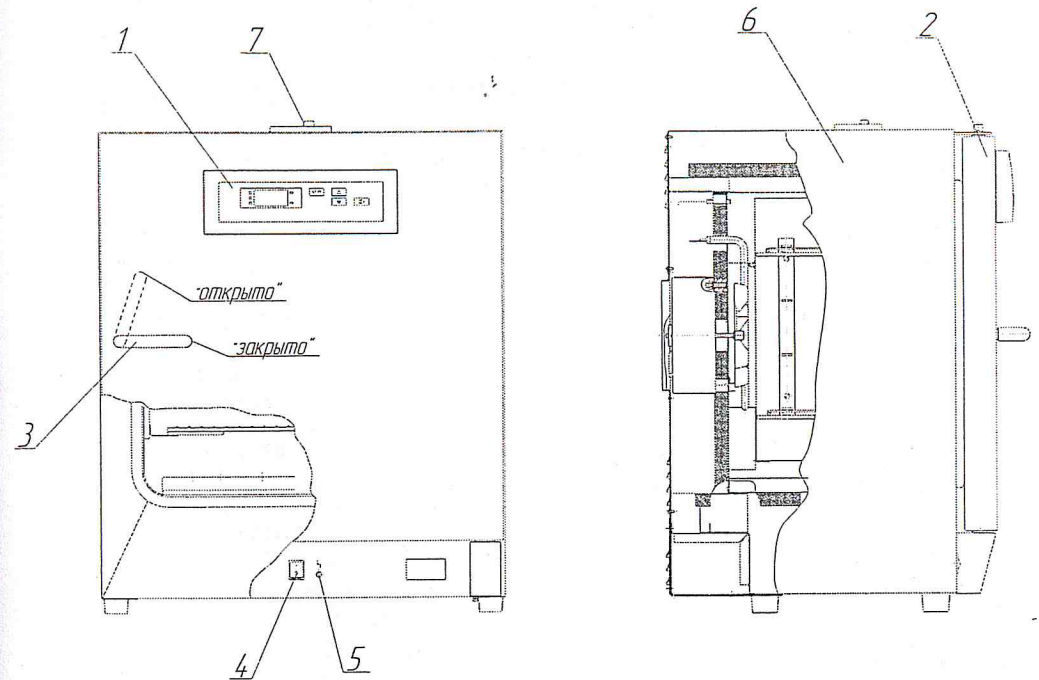
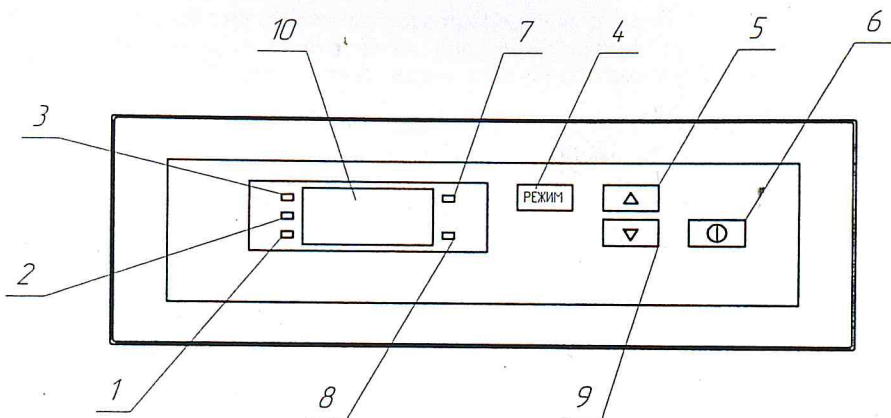

Рисунок 1 – Стерилизаторы ГП-40-Ох-«ПЗ», ГП-80-Ох-«ПЗ»
Рисунок 2 – Расположение органов управления стерилизаторами на блоке управления
Управление процессом стерилизации осуществляется с панели блока управления (см. рисунок 2). Датчик температуры размещён внутри стерилизационной камеры и подключен к плате управления и индикации. Термодатчик реле температуры, предназначенный для защиты медицинских изделий от перегрева при неисправностях в электрической схеме, размещен на задней стенке камеры.
Установить выключатель (поз.4, рис. 1) в положение "I". На блоке управления загорится индикатор (поз.7, рис. 2), показывающий текущую температуру в стерилизационной камере.
Для запуска выбранной программы кратковременно (не более 2 сек) нажать на поле "Ⓢ" (поз.6, рис. 2). Стерилизатор перейдет в фазу «ПОДГОТОВКА». Информационное табло индицирует изменение температуры в камере. Происходит нагрев до установленного значения температуры.
При достижении заданной температуры стерилизатор переходит в фазу «СТЕРИЛИЗАЦИЯ». Включается светодиодный индикатор "СТЕРИЛИЗАЦИЯ" (поз.3, рис. 2), информационное табло попеременно индицирует время выдержки и текущую температуру в камере. Происходит выдержка при заданной температуре, по истечении которой стерилизатор переходит в фазу «ОХЛАЖДЕНИЕ».
В фазе «ОХЛАЖДЕНИЕ» индикатор продолжает показывать изменение температуры в камере и горит индикатор "ОХЛАЖДЕНИЕ" (поз.2, рис. 2). Температура в камере падает. При понижении температуры до 75°C гаснет индикатор "ОХЛАЖДЕНИЕ", загорается индикатор "ВЫГРУЗКА" (поз.1, рис. 2) и звучит прерывистый звуковой сигнал, который выключается через 1 минуту.
2.3.1 Установить выключатель (поз.4, рис. 1) в положение "I". На блоке управления загорится индикатор (поз.7, рис. 2), показывающий текущую температуру в стерилизационной камере.
В алгоритм управляющей программы стерилизатора заложена возможность автоматического запуска прерванной (в результате кратковременного пропадания питающего напряжения) программы. Если после включения произошел автоматический запуск программы, то для ее остановки необходимо нажать на поле "Ⓢ" (поз.6, рис.2) и удерживать в течение 3 секунд.
2.3.3 Для запуска выбранной программы кратковременно (не более 2 сек) нажать на поле "1" (поз.6, рис. 2). При этом включится вентилятор принудительной циркуляции воздуха внутри стерилизационной камеры и стерилизатор перейдет в фазу «ПОДГОТОВКА». Информационное табло индицирует изменение температуры в камере. Происходит нагрев до установленного значения температуры.
При необходимости запущенную программу можно остановить, нажав на поле "1" (поз.6, рис.2) и удерживать в течение 3 секунд. Эту остановку можно выполнить в любой фазе стерилизации.
2.3.4 При достижении заданной температуры стерилизатор переходит в фазу «СТЕРИЛИЗАЦИЯ». Включается светодиодный индикатор "СТЕРИЛИЗАЦИЯ" (поз.3, рис. 2), информационное табло попеременно индицирует время выдержки и текущую температуру в камере. Происходит выдержка при заданной температуре, по истечении которой стерилизатор переходит в фазу «ОХЛАЖДЕНИЕ».